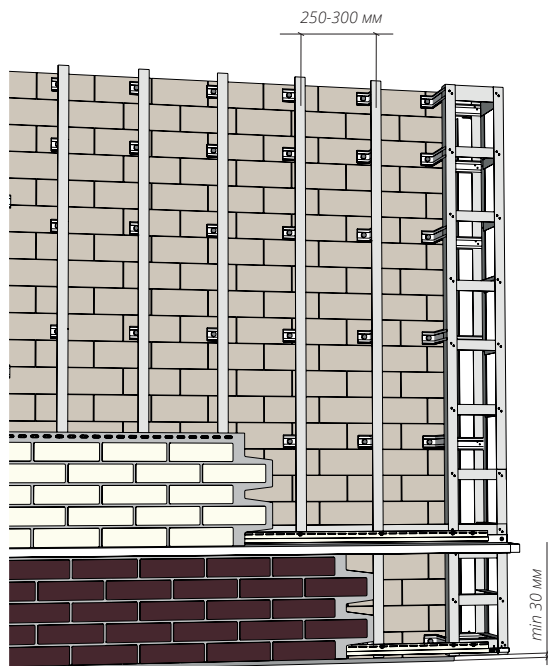

Рисунок 15. Обрешетка НФС Grand Line
- 9.3 Для монтажа фасадных панелей GL обрешетка монтируется вертикально. Шаг обрешетки по осям должен быть не более 250-300 мм (рис. 15, 16).
- 9.4 Расстояние от грунта, отмостки и т.д. до нижнего края обрешетки и панелей должно быть не менее 30 мм, это обеспечит доступ воздуха в подфасадное пространство и обезопасит обрешетку и смонтированный фасадный материал от последствий при пучении грунта в зимний период (Рис. 15, 16).